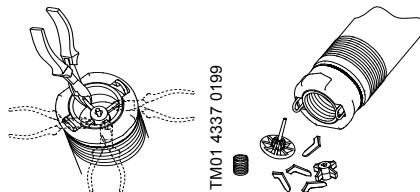

Fig. 7
1. Tagliare il supporto della sede valvola con una pinza tagliafili o attrezzo similare, vedere fig. 7.